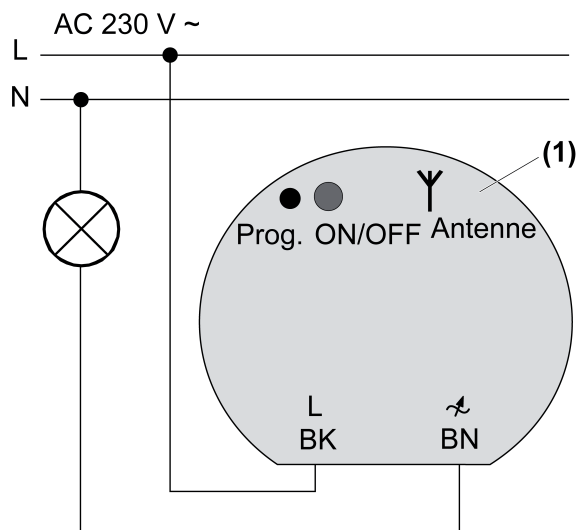

Figure 3
- Raccorder le variateur (1) aux bornes des lampes (voir Utiliser les bornes de raccordement des lampes) conformément au schéma de raccordement (figure 3).